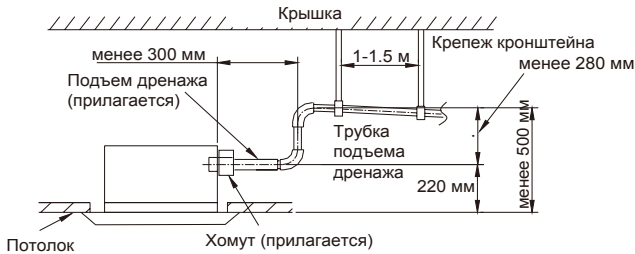

Рис.11
(1) Устанавливайте трубки подъема дренажа на высоту не менее 280 мм (Рис. 11).
(2) Устанавливайте трубки подъема дренажа под прямым углом к комнатному блоку и на расстоянии не более 300 мм от блока.
Уровень наклона прилагаемого дренажного шланга должен быть не более 75 мм, так чтобы к дренажному патрубку не прикладывалась дополнительная нагрузка (Рис. 11).